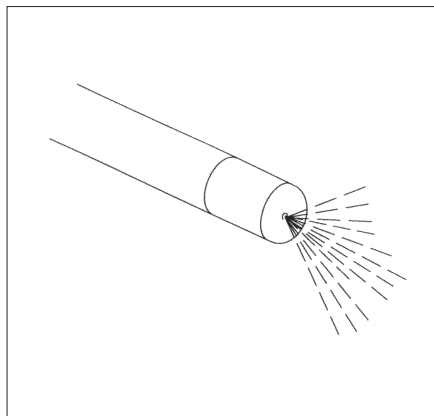

Рис. 3.2
3. При использовании моделей PW-5L/5V-1 или PW-6P-1 убедитесь, что распыление жидкостей происходит равномерно во время проверки промывания (см. рис. 3.2).